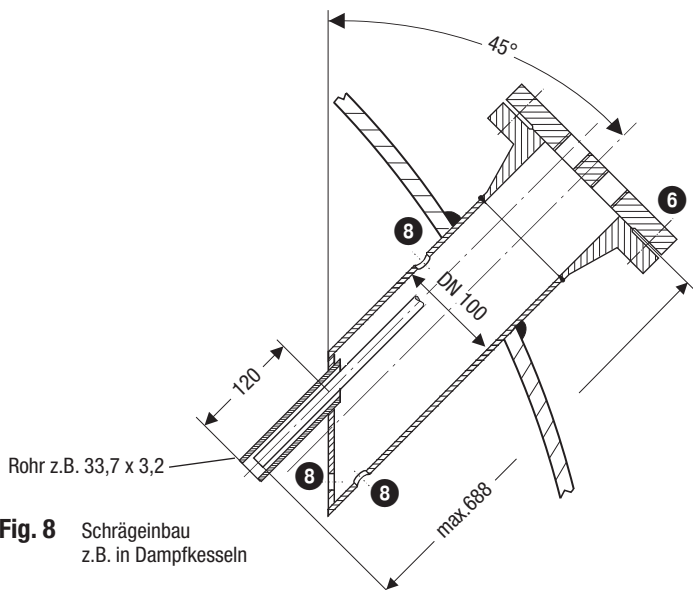

Fig. 8 Schrägeinbau
- Der Neigungswinkel der Elektrode darf maximal 45 ° betragen. Die Einbaulänge ist dabei auf 688 mm begrenzt. **Fig. 8**